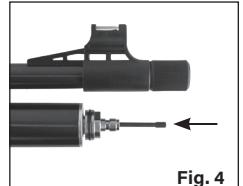

Fig. 4
- Führen Sie das Entgasungswerkzeug durch die Spitze des Füllnippels ein (Abb. 4).